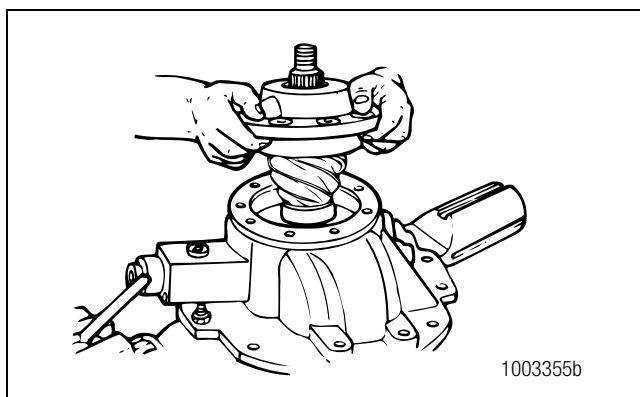

Figura 5.16
2. Instale el conjunto de piñón de mando y la jaula en el portadiferencial. No instale suplementos debajo de la jaula del cojinete. Figura 5.16.